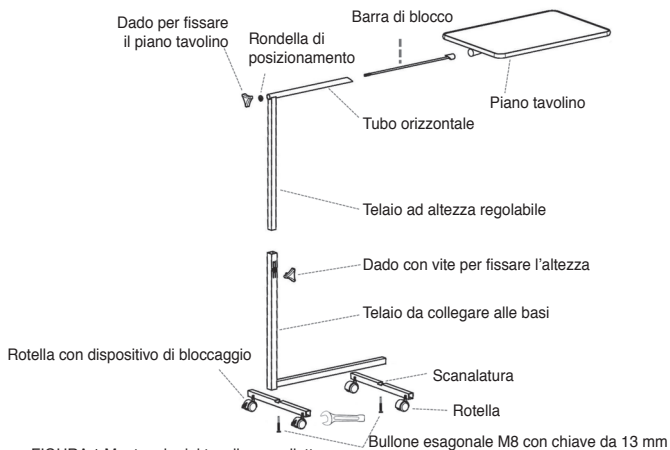

FIGURA 1 Montaggio del tavolino serviletto
**3 Assemblaggio del tavolino serviletto (ℹ Fare riferimento alla FIGURA 1)**